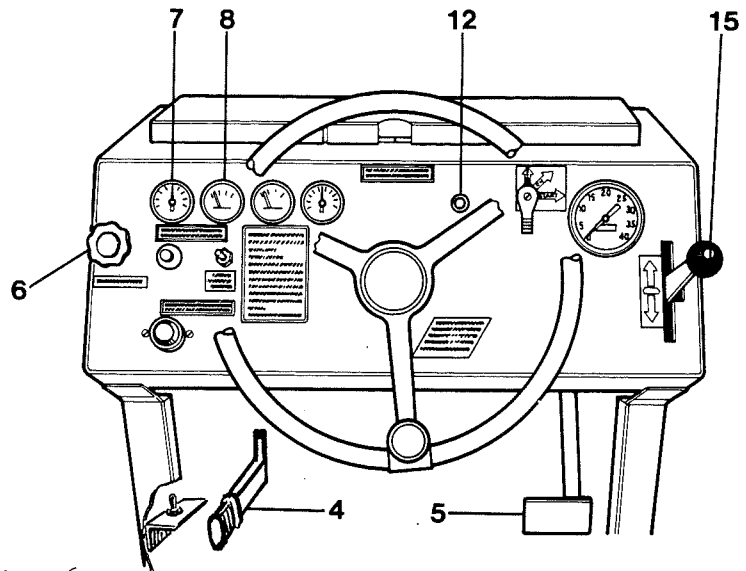

Fig. 6
La vitesse se règle avec le levier de marche avant/arrière (15), fig. 6, (qui sert aussi de frein de conduite du rouleau).
- 4 Desserrer le frein de stationnement (2) en amenant le levier du haut vers le bas. Le témoin (12), fig. 6, du frein de stationnement doit s'éteindre.
- 5 Placer le levier de marche avant/arrière (15) en position de direction désirée. Régler la vitesse avec le levier. Le rouleau s'arrête quand le levier est en position neutre.
- 6 Pendant la conduite, s'assurer que les indicateurs indiquent des valeurs normales et que les témoins ne sont pas allumés. Température maximale de l'huile hydraulique (8): 82°C. Température maximale du liquide de refroidissement 100°C, (7), fig. 6.
- 7 S'assurer que le frein à pied (5), fig. 6, fonctionne. (Voir les instructions d'entretien).